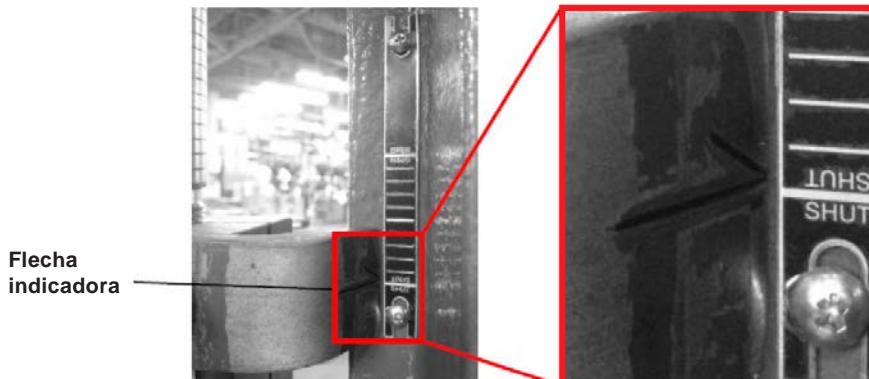

Figura 2 - Flecha indicadora
- Ajuste la placa indicadora a la posición correcta, como se muestra en la Figura 2.